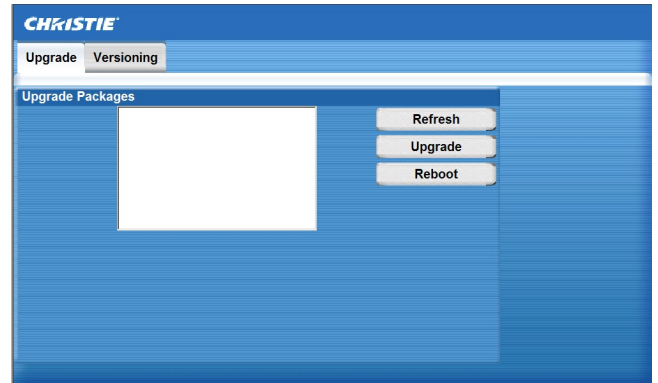

图 3-21 “升级 (Upgrade)/ 版本控制 (Versioning)”窗口
3. 单击“重启到故障安全模式”(Reboot to Failsafe)，当您看到“您确定要重启到故障安全模式？”(Are you sure you want to reboot to Failsafe?) 确认对话后，请单击“是”(Yes)。将显示“升级 (Upgrade)/ 版本控制 (Versioning)”窗口，如图 3-21 所示。